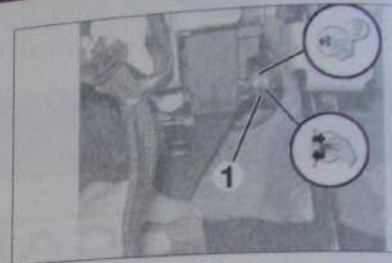

Fig. 4
- Agrafer la tige du cylindre émetteur (1) (Fig.4) puis contrôler son enclenchement en tirant dessus.